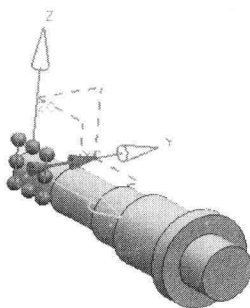

图1-17 “基准平面”对话框
(1) 选择“插入”→“基准点”→“基准平面”选项，或者单击  图标，系统弹出如图 1-17 所示的“基准平面”对话框，利用该对话框建立基准平面，方法如下。